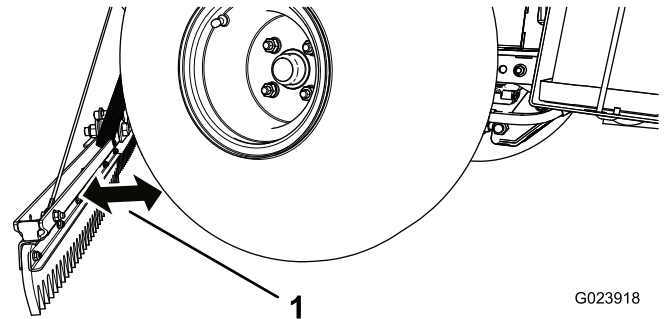

Рисунок 18
1. Поверните грабли в одну сторону. Упорный болт должен касаться буксировочной штанги, когда грабли находятся на расстоянии 51 мм от колеса (Рисунок 18).